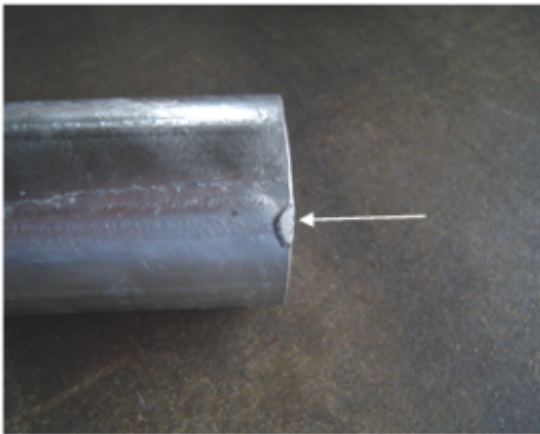

Bild Nr.4
3. Bild Nr.4+5: Zinkrückstände und Fehlstellen müssen am ganzen Holmbügel nach DIN EN ISO 1461 nachgearbeitet werden.